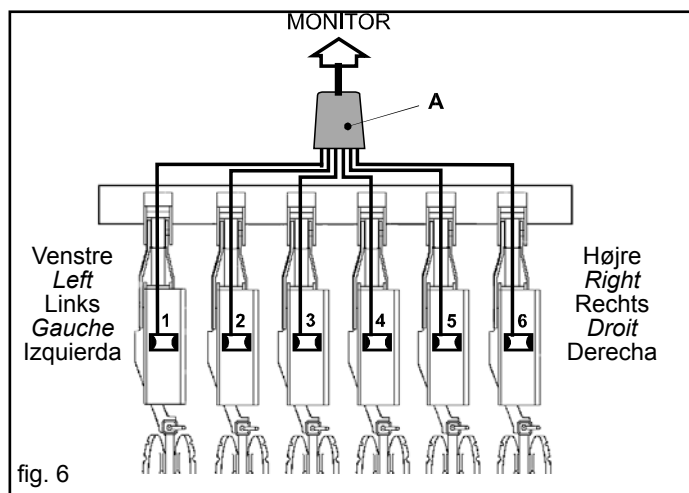

fig. 6
- anbring forgretningsmuffen (A Fig. 6) midt på såmaskinen og fastgør den med spændebånd.
- Tilslut hovedkablets stik (A) til skærmen (B);
- Indsæt kablet (D)'s stik i hastighedssensorens stik(C);
- Indsæt stikket (E) for fotocellen, som er monteret på såmaskinens første element, i stikket på kabel "1";
- bemærk:** man kan betragte det yderste element til venstre som såmaskinens "første" element.(Fig. 6).
- Tilslut skærmens strømkabel (F) forsvarligt til 12 Volt batteriet på køretøjet; forbind den RØDE ledning til den positive pol (+) og den SORTE ledning til den negative pol (-).